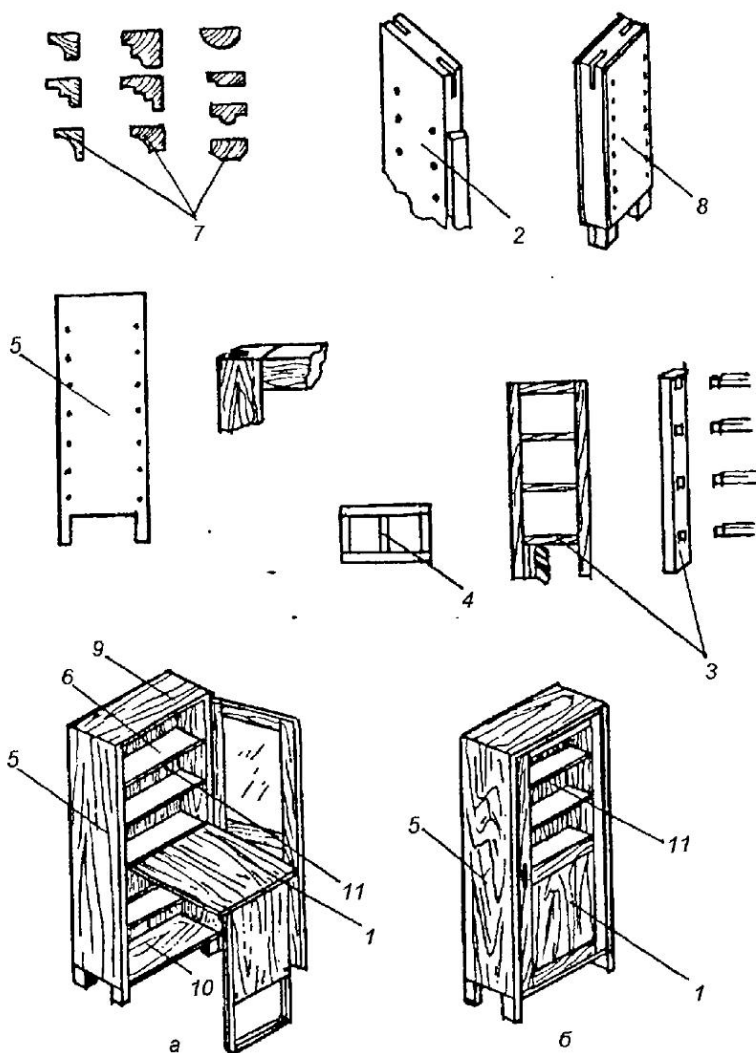
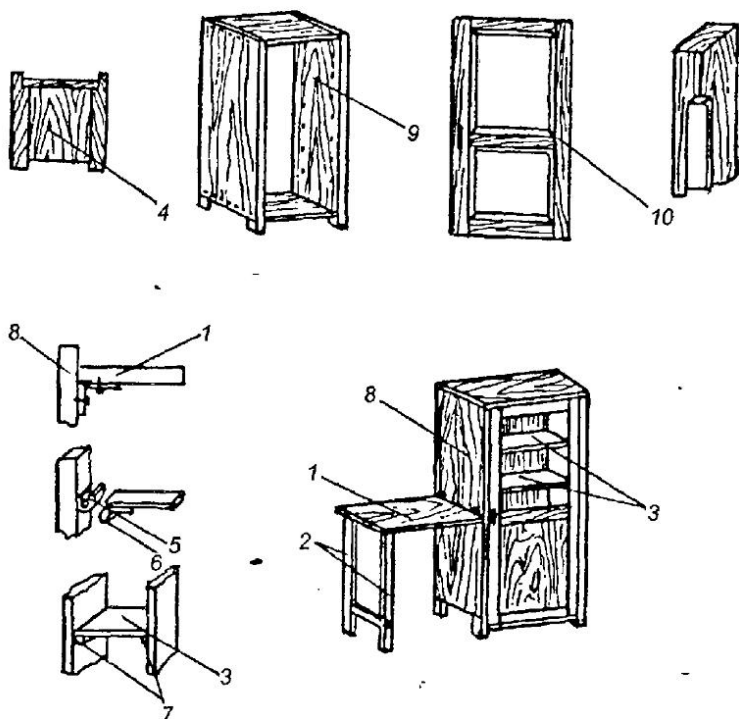

Рис. 177. Книжный шкаф-стол
Рис. 178. Шкаф с приставным столом
**Шкафы книжные.** Мы предлагаем к изготовлению книжный шкаф-стол (рис. 177), шкаф с приставным столом (рис. 178). секционный шкаф (рис. 179). Шкафы конструктивно могут состоять из одного или двух отделений по высоте (нижнего и верхнего) или из нескольких отделений, закрываемых отдельной дверкой. Полки могут быть постоянными или переставными с расстоянием одна от другой 250 мм. Книжные шкафы делают разборными и неразборными. Неразборные шкафы изготовляют только небольших размеров, состоящие из одного отделения и не превышающие в ширину 800 мм и в высоту 1700 мм. При больших размерах шкафы должны делаться разборными так, чтобы отдельные части были шириной не больше 1000 мм. Глубина шкафов должна быть не менее 350 мм. Дверки книжных шкафов всех типов частично или полностью остекляются. В последнее время широко применяются секционные книжные шкафы, состоящие из отдельных секций, устанавливаемых одна на другую.
**Шкаф с приставным столом** (рис. 178). Для этого к боковой стенке шкафа крепят две скобы (ушки), изготавливают приставной стол с ножками. Кроме приставного стола, можно сделать опускающийся, укре-